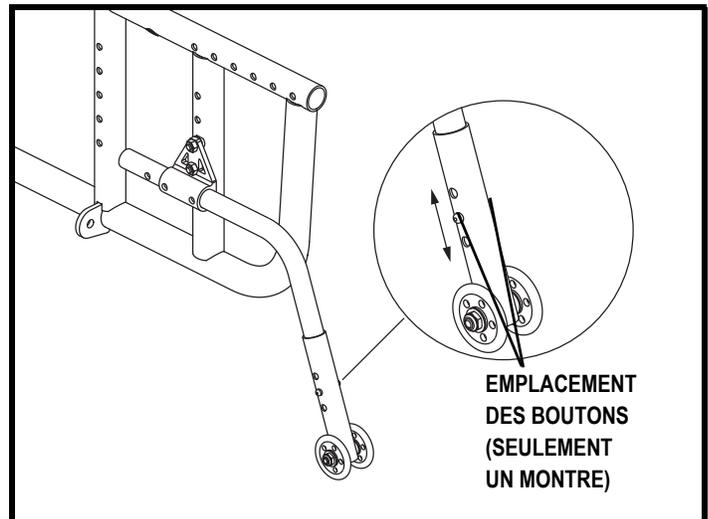

Figure 19. Module de roulette antibascule
1. Pesez simultanément sur les boutons de chaque côté d'une antibasculé et bougez la roulette vers le haut ou vers le bas pour la débloquent. **Voir la figure 19.**